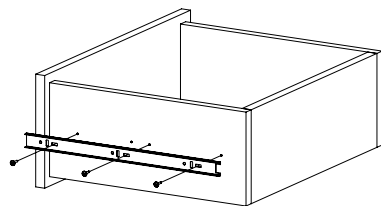

Рис. 10
- Закрепите внутренние планки направляющих на деталях 8 и 9 шурупами 3,5х16 (Рис. 10). При необходимости регулировки ящика выкрутите шурупы из круглых отверстий и перекрутите в овальные (продольные и вертикальные регулировочные отверстия). Не затягивая до конца шурупы, сместите ответную планку вверх-вниз. Затяните шурупы до конца.